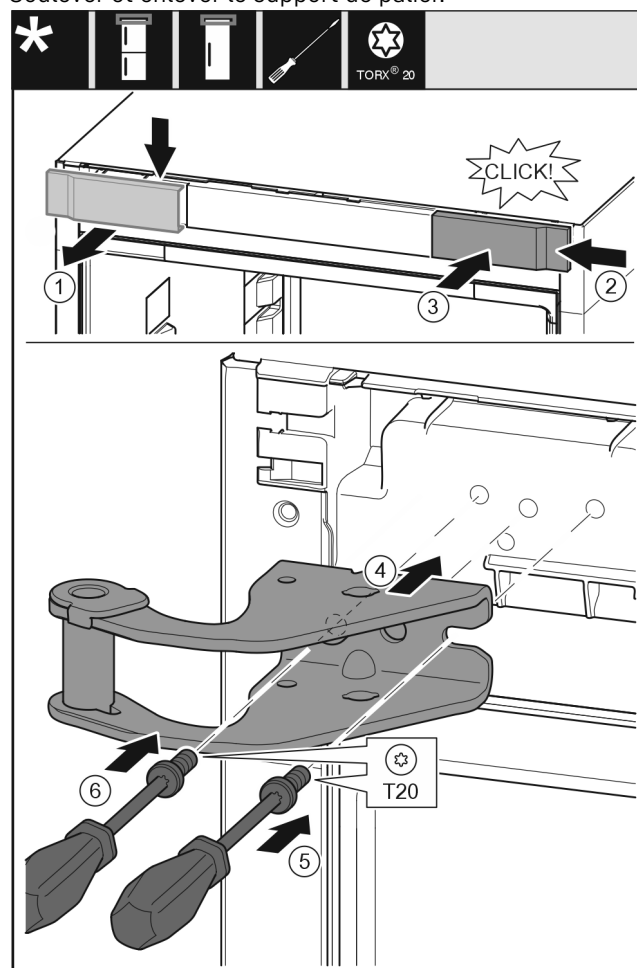

Fig. 8
- ▶ Retirer le cache du haut vers l'avant. Fig. 8 (1)
- ▶ Accrocher le cache tourné de 180° de l'autre côté à droite. Fig. 8 (2)
- ▶ Encliqueter le cache. Fig. 8 (3)
- ▶ Mettre en place le support de palier supérieur. Fig. 8 (4)
- ▶ Mettre en place la vis avec un tournevis T20 et la serrer. Fig. 8 (5)
- ▶ Mettre en place la vis avec un tournevis T20 et la serrer. Fig. 8 (6)